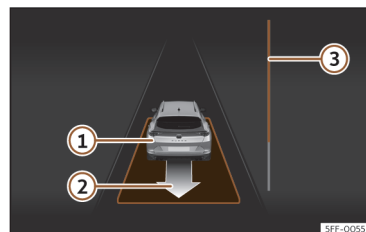

Fig. 153 En la pantalla del cuadro de instrumentos: desaparcarse de un hueco en línea.
● Retroceda hasta que suene la señal continua del ParkPilot; **O BIEN:** dé marcha atrás hasta que en la pantalla del cuadro de instrumentos aparezca la indicación de dar marcha adelante. La barra de progreso **>>> fig. 153 ③** indica la distancia que hay que recorrer.